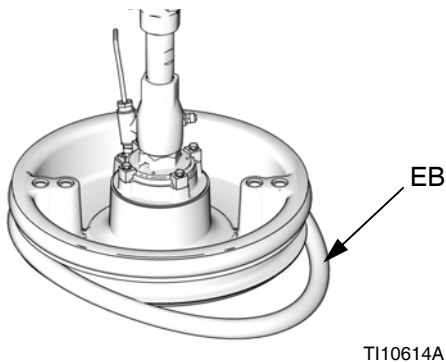

FIG. 16
1. Utilizzando uno strumento in legno o plastica per evitare danni all'eccentrico (EB), pulire tutto il materiale dalle scanalature della guarnizione.
2. *Lavorando dal basso*, inclinare un eccentrico (EB) sulla parte posteriore della piastra. Vedere la FIG. 16.
3. Inserire l'eccentrico (EB) nella scanalatura superiore e far scorrere la parte anteriore dell'eccentrico nella scanalatura.
4. *Solo eccentrico da 200 litri (55 galloni)*: inserire il secondo eccentrico (EB) nella scanalatura inferiore e far scorrere la parte anteriore dell'eccentrico in tale scanalatura.